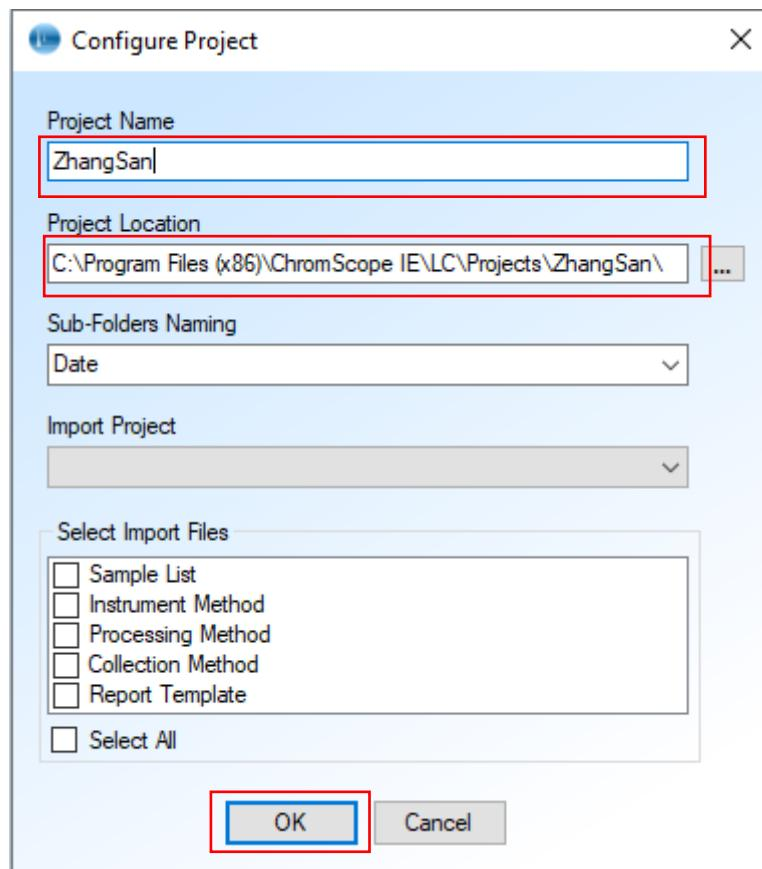

图 6-5
- 输入 Project Name/Project Location，点击 OK （图 6-5），即可查看到在文件与系统区域，出现刚建立的项目文件